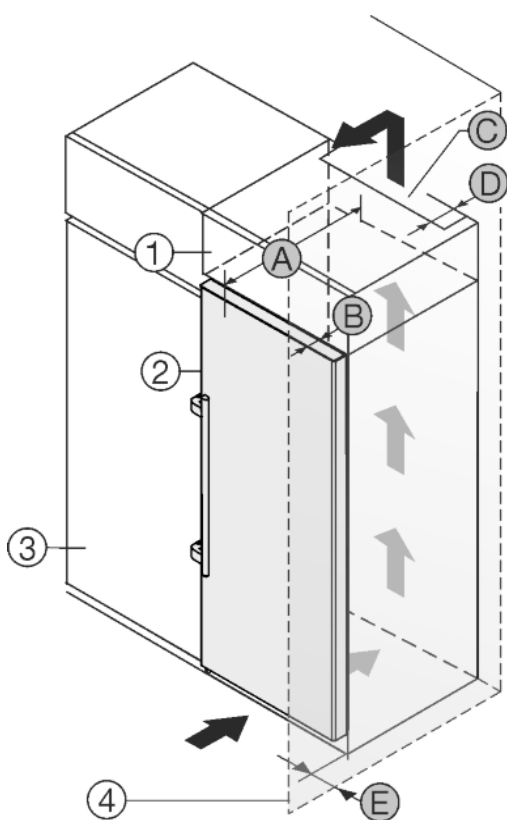

Fig. 28
Пристрій можна комбінувати з кухонними шафами. Для того, щоб пристрій Fig. 28 (2) вирівняти по висоті кухонної секції, на пристрій можна встановити антресольну секцію Fig. 28 (1).
Пристрій можна встановлювати безпосередньо поряд з кухонною шафою Fig. 28 (3). Для повного відкриття дверей пристрій повинен виступати на глибину Fig. 28 (B) відносно передньої панелі кухонної шафи. Залежно від глибини кухонних шаф та використання пристінних розпірок пристрій можна встановити так, щоб він виступав вперед.
- Задня сторона антресольної шафи повинна мати вентиляційний канал глибиною Fig. 28 (D) вздовж всієї ширини шафи.
- Під стелею приміщення слід дотримуватися поперечного перерізу вентиляційного відведення повітря Fig. 28 (C).
Якщо пристрій з шарнірами встановлюється поряд зі стінкою Fig. 28 (4), то між пристроєм та стінкою слід додержуватися відстані Fig. 28 (E). Це відповідає виступу ручки при відкритих дверцятах.